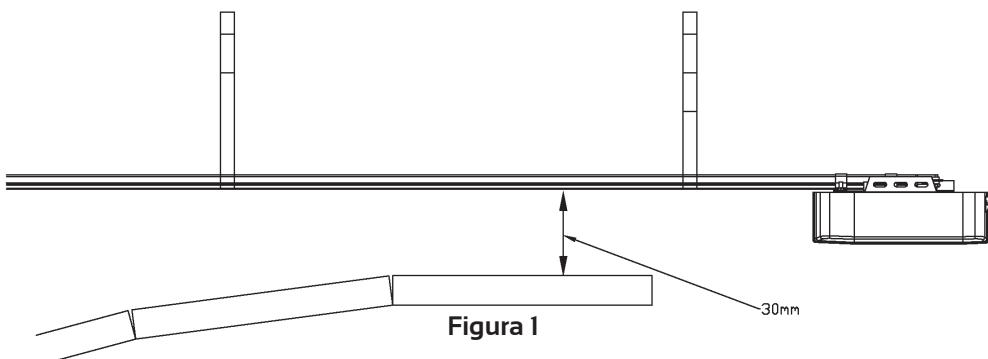

Figura 1
5. Deve haver uma folga mínima de 30 mm entre a parte inferior do trilho de acionamento da corrente e da parte superior da porta da garagem no ponto mais próximo. (consultar figura 1)